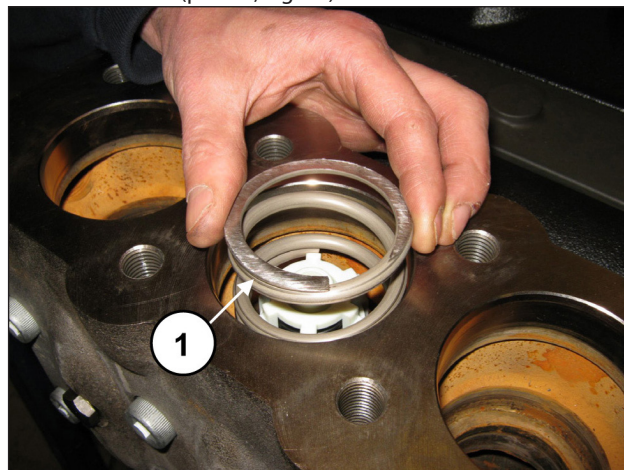

Fig. 97
Extraer el muelle (pos. ①, Fig. 97).